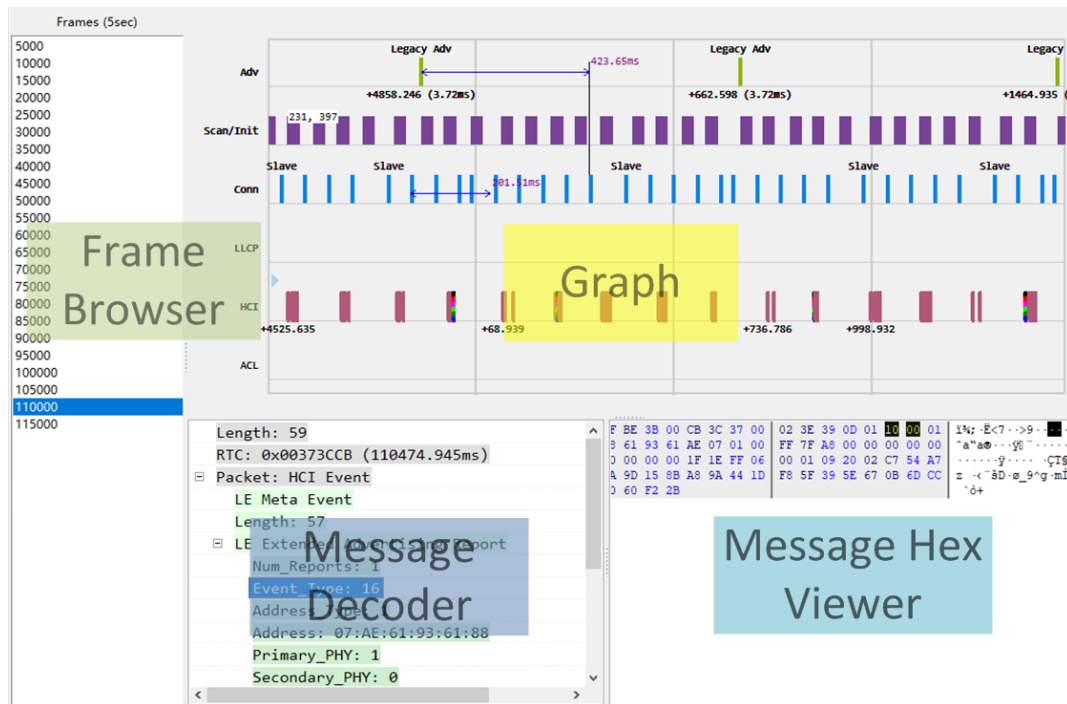

图 3.3: ingTracer 主界面
**Graph** 将所有数据图形化显示。点击 **Graph** 里的一项，会在 **Message Decoder** 和 **Message Hex Viewer** 显示详细的解码信息。**Graph** 支持一些 CAD 操作，如缩放、平移、测量等。选择菜单 Help -> About 查看详细信息。（图 3.3）